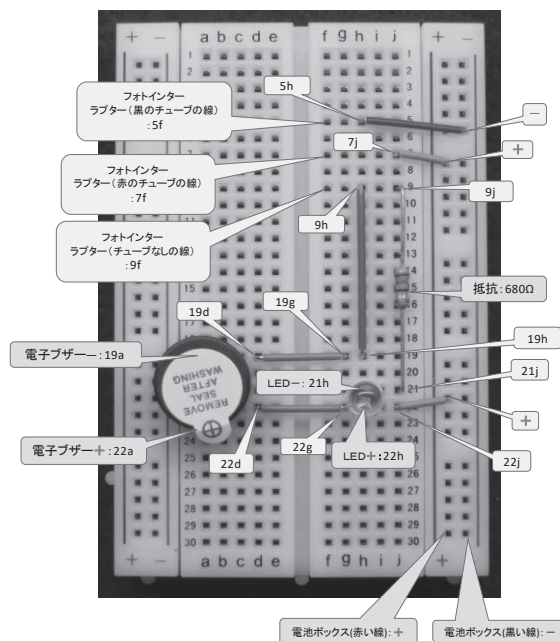

図1 ブレッドボード(実態図)
- (1)ブレッドボードに電気部品の線を差し込んで電気回路を作ります(図1参照)。
- (2)光センサーとフィルターを、箱の隅に取り付けます。
- (3)電池ボックスに電池を入れ、LEDが光ることとブザーが鳴ることを確かめたら、箱のふたを閉じます。箱のふたを閉めたときにLEDが消えてブザーが鳴り止めば、回路は正しく作られています。